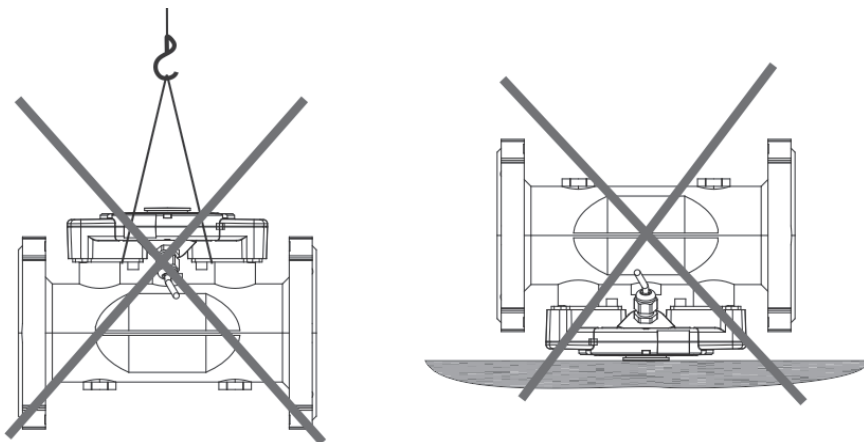

Рисунок 7 – Недопустимые действия при работе с расходомерами
- поднимать и переносить приборы, удерживая их за корпус ЭБ, а также оставлять на хранение расходомеры в перевёрнутом виде, рисунок 7;